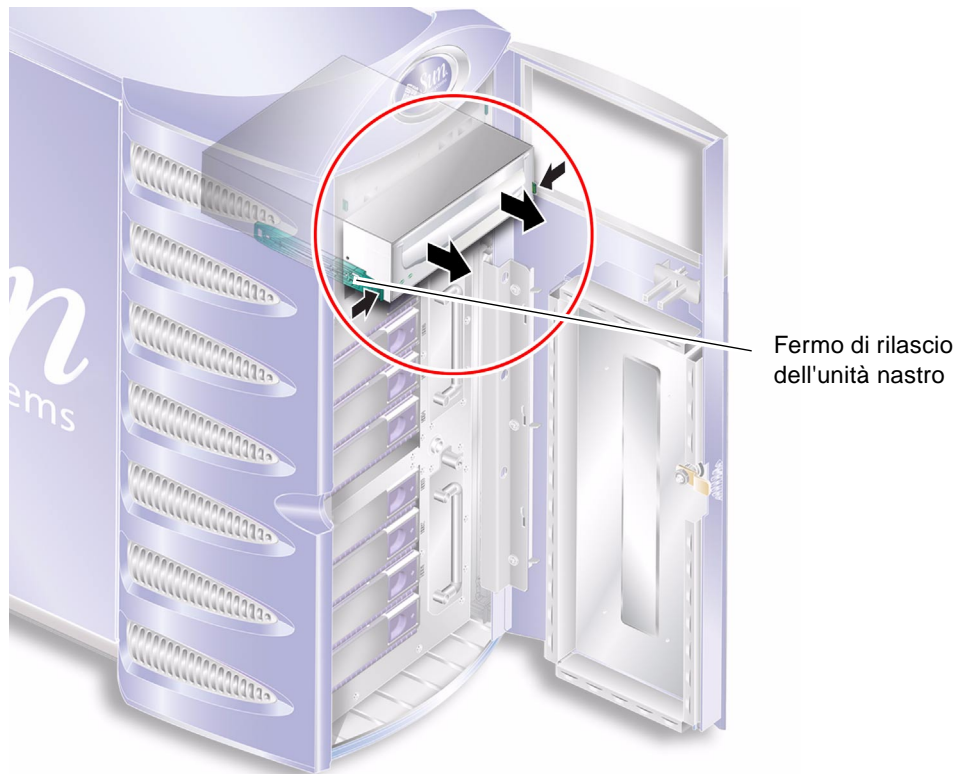

**FIGURA 1-28** Installazione di un modulo dell'unità nastro
**6. Inserire l'unità nastro nell'apposito slot. Vedere la FIGURA 1-28.**